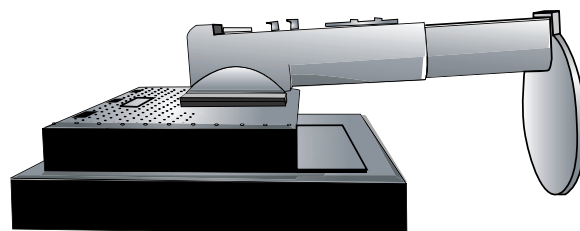

Figura S.1
4. Sitúe el monitor boca abajo en una superficie no abrasiva (**figura S.1**).